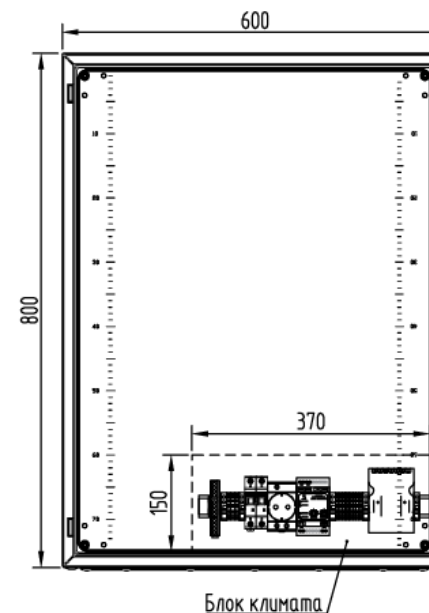

Рисунок 1. Компоновка шкафа
3.2 Компоновку шкафа см. Рис.1